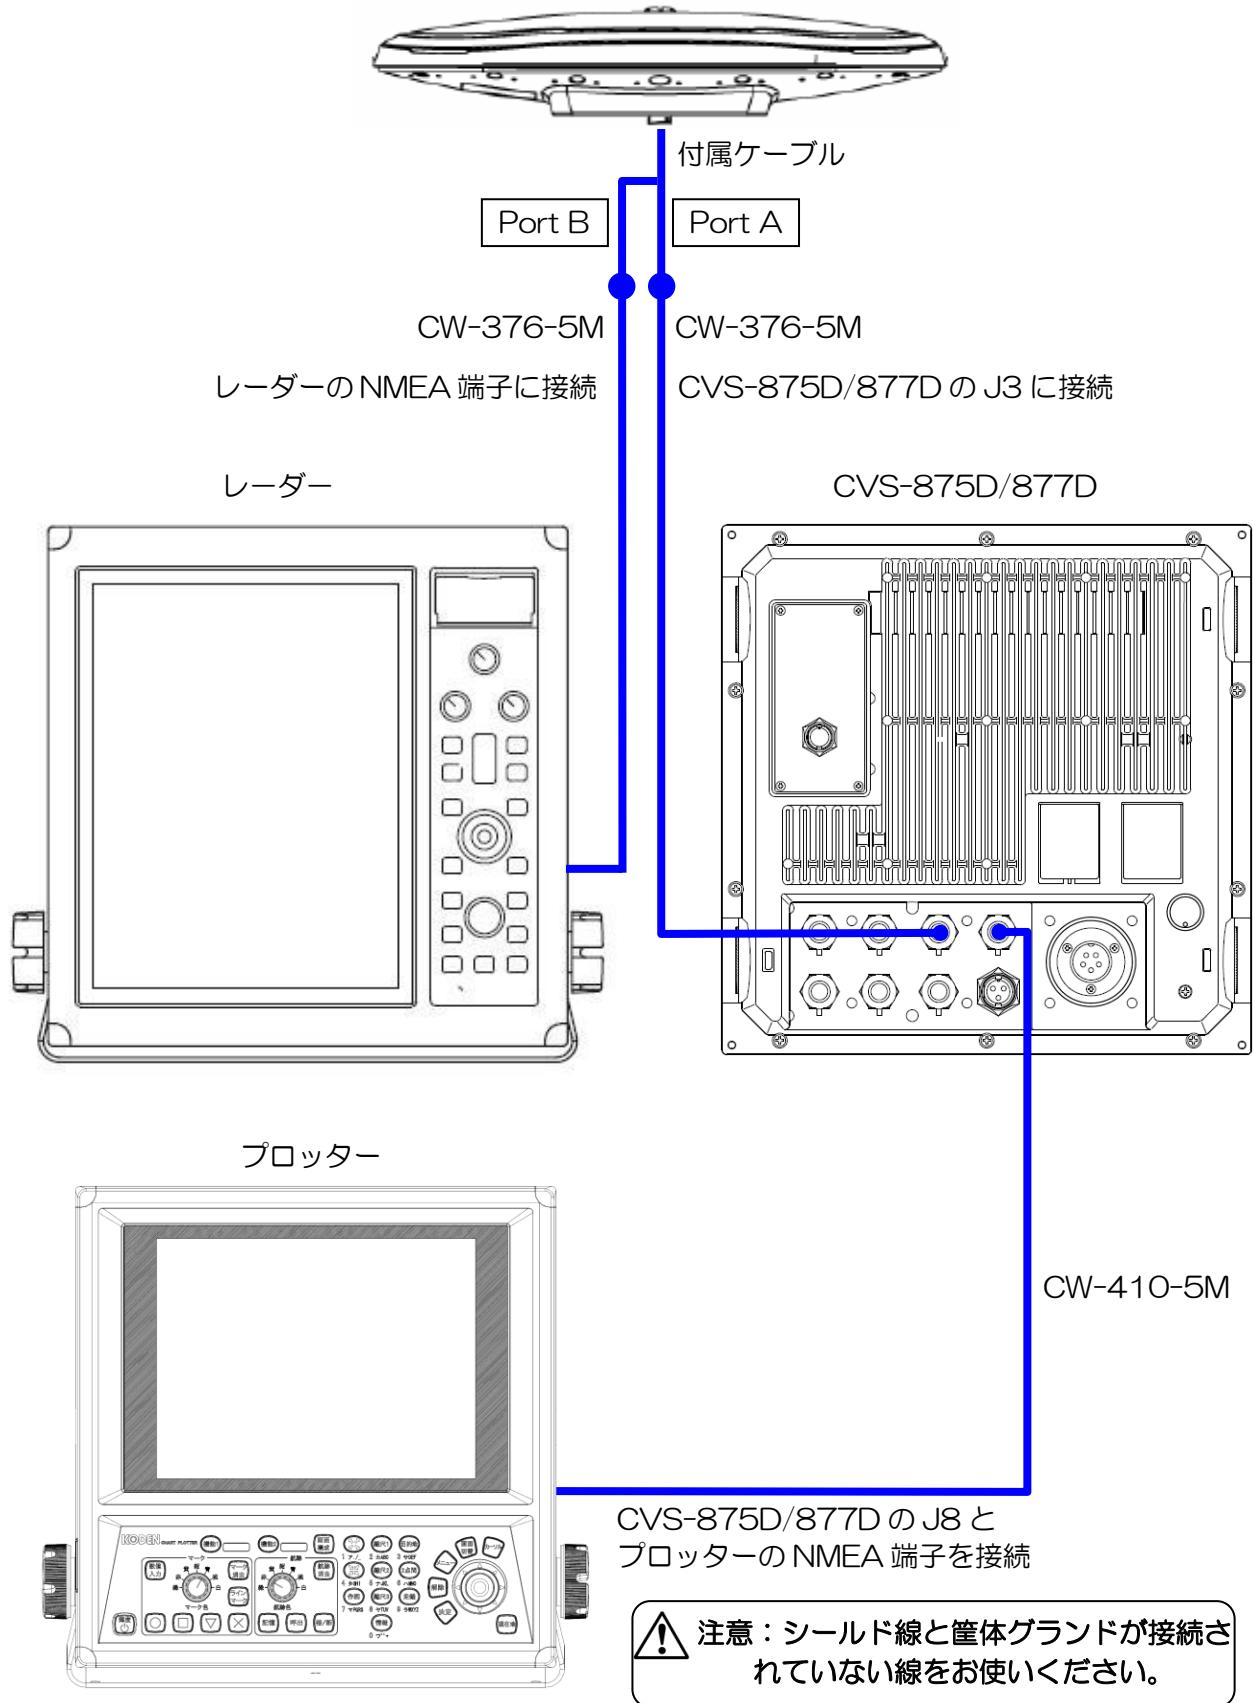
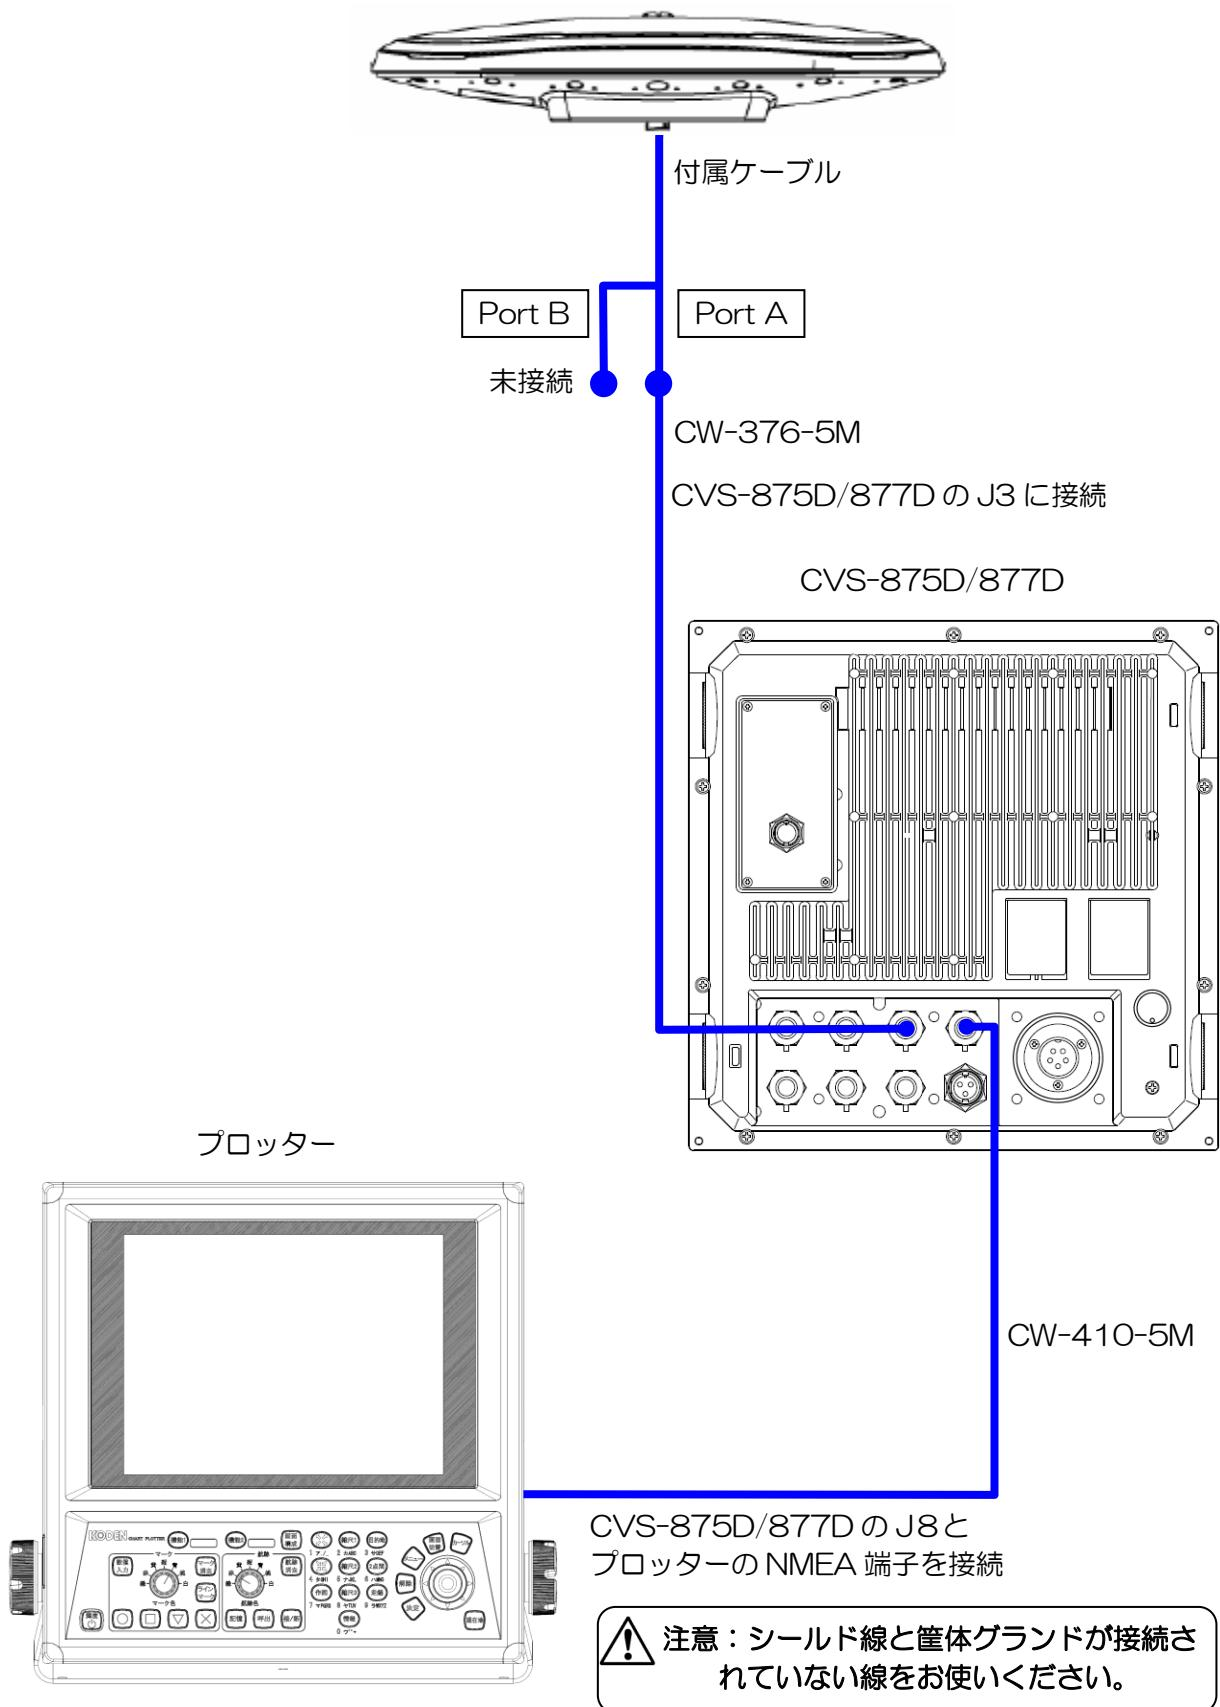

図 1.68 総合接続図 7
図 1.70 総合接続図 9
- 3) レーダーにも接続し GPS コンパスとして接続する場合は、Port B と半田付けが終了した CW-376-5M をレーダーの NMEA 端子へ接続してください。(図 1.68 総合接続図 7 参照)
それ以外の場合は PortB との接続の必要はありません。(図 1.70 総合接続図 9 参照)
- 4) 図 1.68 総合接続図 7～図 1.70 総合接続図 9 を参照して、CVS-875D/877D の J8 端子と NMEA で通信する他の機器を接続してください。